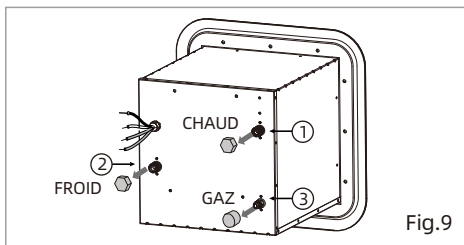

Fig.9
2. Retirez les capuchons de protection des connecteurs d'eau FROID, CHAUD et GAZ de la partie arrière de l'appareil. (Fig.9)